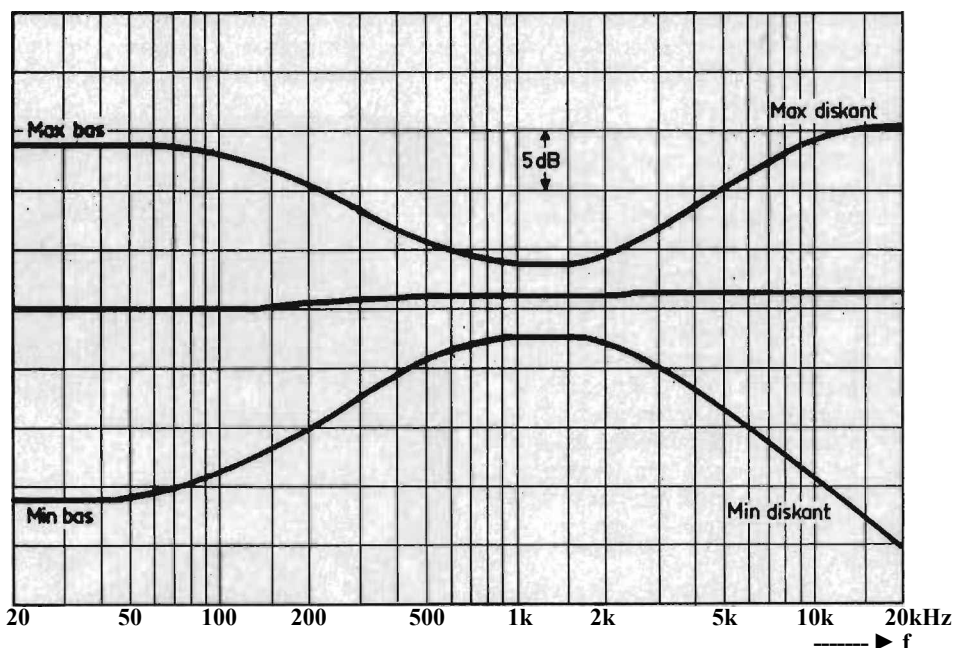

Fig 1. Förstärkarens tonkurva med bas- och diskantkontroller i mittläge samt tonkontrollernas regleringsområde. Uteffekt 1 W över 8 ohm.
■ ■ Tonkurvan var rak 20 Hz—20 kHz \pm J dB vid 8 ohms resistiv belastning och vid 1 W uteffekt. Mätningen skedde med volymkontrollen i maxläge och med tonkontrollerna i sina mekaniska nollägen. Tonkurvans sträckning och utseende samt bas- och diskantkontrollernas regleringsområde framgår av *fig 1*.